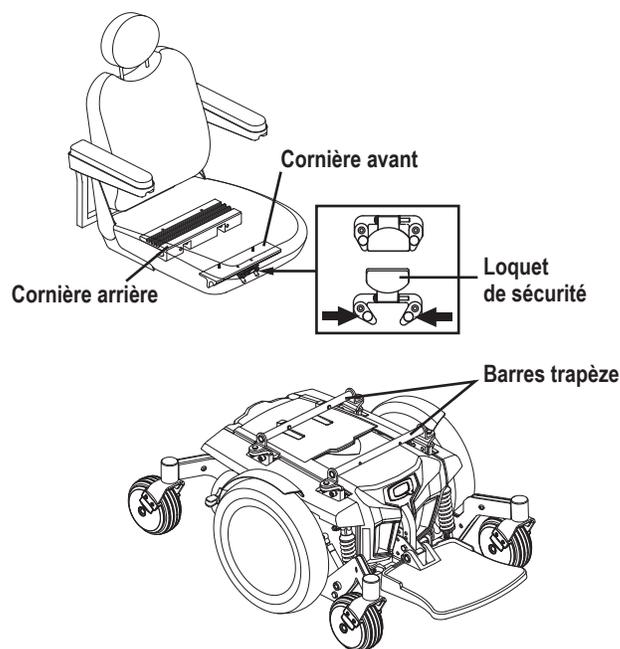

Figure 6. Système de montage universel et siège Contour
Il se peut que vous ayez à installer le siège avant la première utilisation ou après avoir transporté votre fauteuil motorisé. La plupart des sièges sont fixés à la base à l'aide du « Système de Montage Universel » (SMU). Le système de montage universel (SMU) est composé de pièces compatibles au siège sans égard à la largeur ou à la profondeur du siège. Les deux pièces principales sont des cornières d'aluminium montées sur la base du siège. Celles-ci se fixent sur la paire de barres trapèze fixées sur la base motorisée. **Voir la figure 6.**
1. Inclinez le siège vers l'arrière et glissez la cornière arrière sur la barre trapèze arrière. **Voir la figure 6.**
4. Bascule le loquet du siège vers le haut. Voir la figure 6